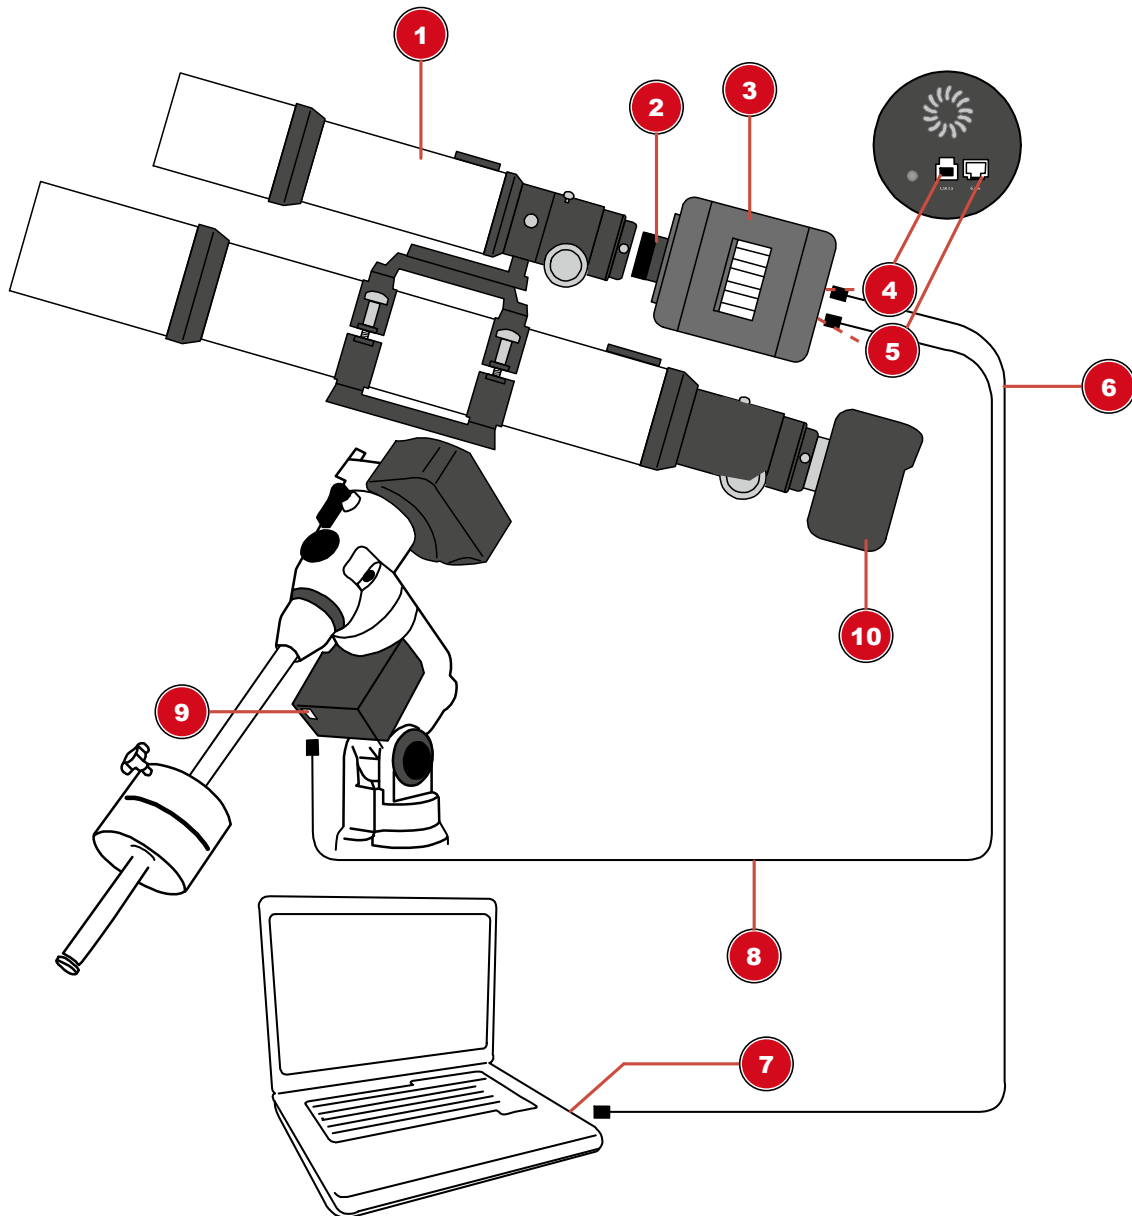

Abb. 4: Montage der Astro-Kamera als Autoguider am Leitrohr
4. Öffnen Sie das Einstellmenü „Schwarzwert“. Verschieben Sie den Regler, bis Sie den passenden Wert (z.B. 440) erreicht haben. (Bild 4)